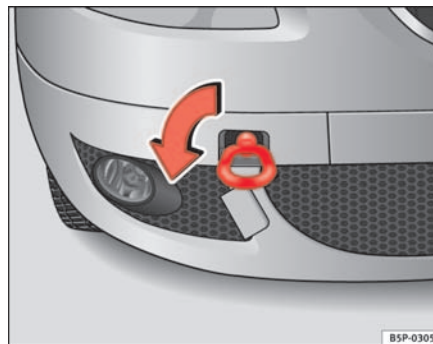
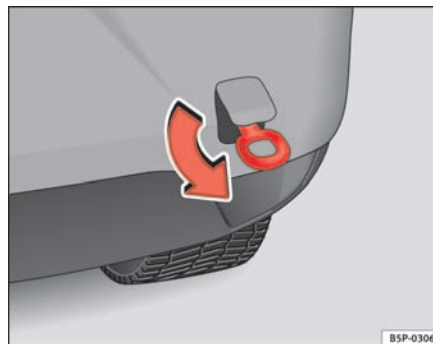

Abb. 199 Frontpartie rechts: Einschrauben der vorderen Abschleppöse
Abb. 200 Einschrauben der Abschleppöse hinten
- Schrauben Sie die Abschleppöse in Pfeilrichtung *links* herum bis zum Anschlag vorne ⇒ Seite 271, Abb. 199 oder hinten ⇒ Seite 271, Abb. 200 in die Gewindebohrung ein.